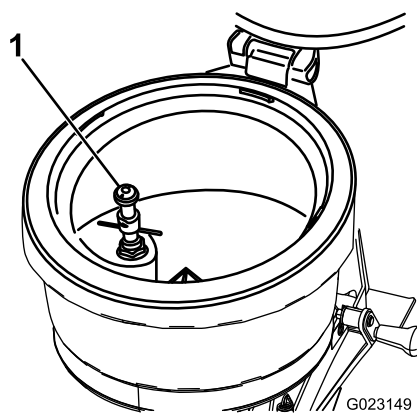

Figura 35
El lavabotellas (Figura 35) está situado dentro del depósito del eyector. Utilice el lavabotellas para eliminar los residuos químicos del interior del envase (botella) del producto químico. El lavabotellas está presurizado con una solución del sistema de fumigación. El envase (botella) del producto químico se lava con la solución del sistema de fumigación que sale de la boquilla del lavabotellas.
- A. Coloque el borde del envase sobre el lavabotellas y presione hacia abajo para abrir la válvula; consulte la Figura 35 en Lavabotellas \(página 21\).